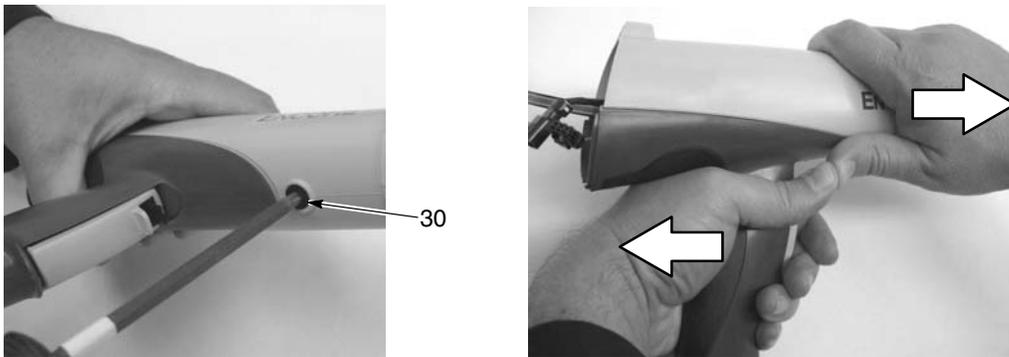

Abb. 6-3 Pistolengehäuse vom Griff trennen
4. Siehe Abb. 6-3. Die schwarze Nygonschraube (30) vom Pistolengehäuse abnehmen.